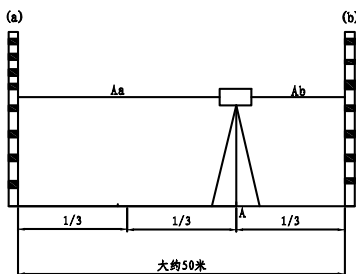

图1
1. 如图 1 所示，将仪器安置三脚架上，并使脚架位于相距约 50 米的两根水准之间的 A 处，A、B 两点将两水准尺间的距离分成三个等分